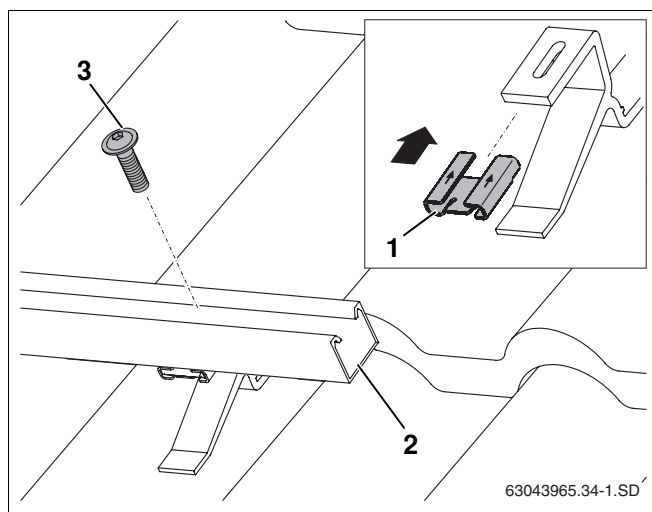

Fig. 32 Fixation des rails profilés sur les crochets
- ▶ Glisser l'écrou coulissant (fig. 32, **pos. 1**) dans le sens de la flèche sur les crochets de fixation.
- ▶ Poser les rails profilés inférieurs (fig. 32, **pos. 2**) sur les crochets et visser la vis M8 (fig. 32, **pos. 3**) sans serrer afin de pouvoir positionner les rails par la suite.